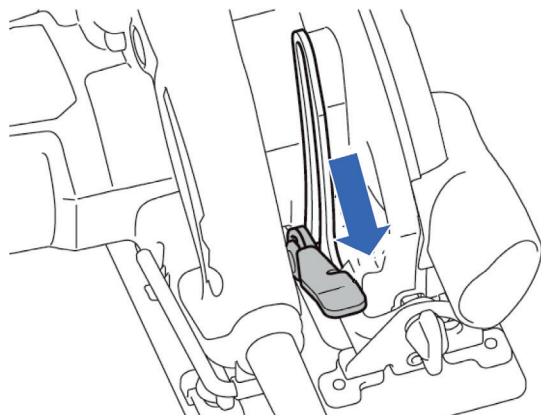

Рис. 8
- После регулировки глубины распила зафиксируйте положение диска, опустив рычаг фиксации глубины пропила вниз до упора (рис. 8).